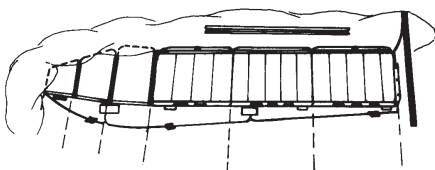

Abb. 5
8. Drücken Sie die aufgestellten Elemente herunter, indem Sie in das Boot steigen und die Sicherheitsleinen dabei nach oben ziehen, um zu verhindern, dass sich das Gewebe verklemmt [Abb. 5].